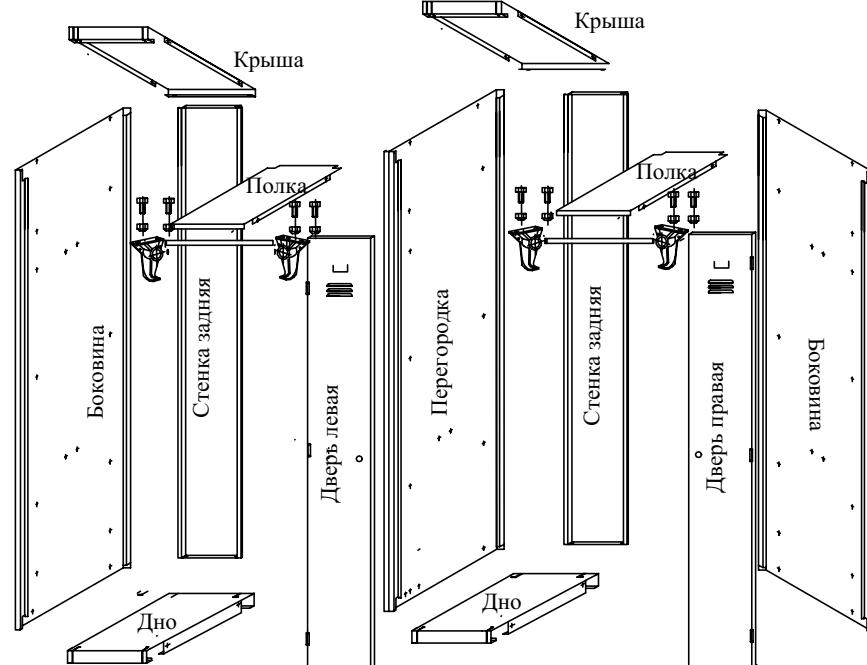
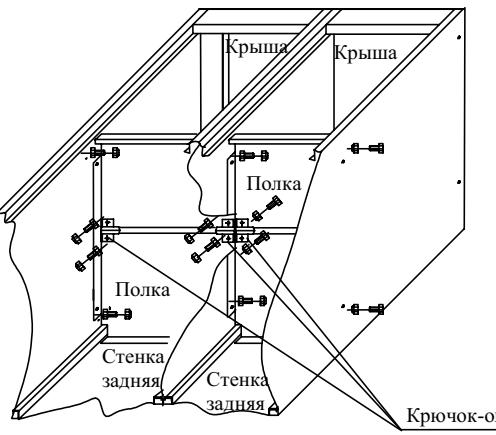

Рис.6
Рис.4.1
4.3. Установить полку(полки) в образованные ниши шкафа в соответствии с рис.6,7,8,9. Все полки размещаются отгибами вниз шкафа.(Рис.4.1). Отверстия на каждой полке совместить с отверстиями на боковинах (перегородках доп. секций). В каждые совмещенные отверстия с внешней стороны вставить болт, изнутри закрутить до упора гайку. При сборке в линию базовой секции и нескольких дополнительных секций для закрепления полок с двух сторон перегородок используется один комплект болт-гайка. Крючки для одежды и перекладин крепятся к полкам с нижней стороны по соответствующим отверстиям на полках с помощью соединения болт-гайка(по два комплекта на крючок) В шкафах ШРС12 и ШРС12(400), включая и дополнительные секции, в верхних ячейках крючки крепить к боковым стенкам по соответствующим отверстиям на крючках и боковинах. Способ крепления тот же. Гайки закручивать до упора. Схема установки крючков представлена на рис.4.2.
Поставить шкаф в вертикальное положение. В дверные отверстия вставить замки, закрепив их с усилием с внутренней стороны гайками (комплектация замков). Пrikleить амортизаторы дверей к отгибам боковин. На шкафах ШРС11,ШРС22 и ШРС11дс амортизаторы приклеиваются на расстоянии 400мм от верха и низа шкафа в местах прилегания дверей, На ШРС12 и ШРС14 амортизаторы приклеиваются к отгибам боковин в местах прилегания углов каждой двери.(рис.6,7,8,9)